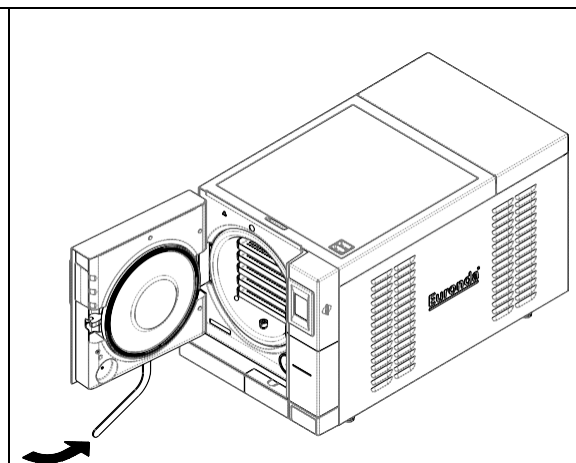

Рис. 8.2.2-4
4. Поверните регулировочный штифт против часовой стрелки, наблюдая за уплотнением дверцы, на 1/4 оборота (чтобы закрыть) (рис. 8.2.2-4).